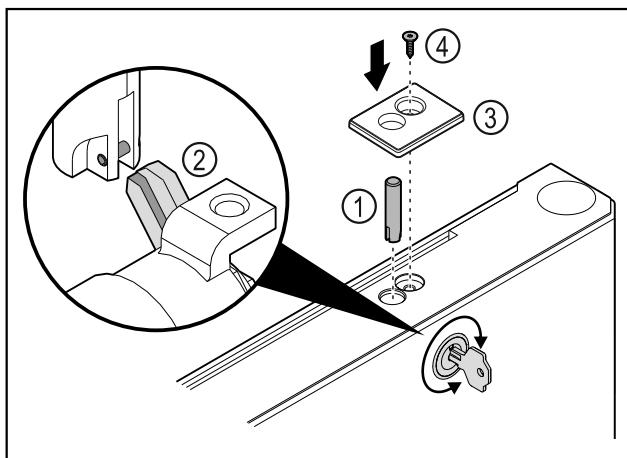

Fig. 45
- Sett inn låsebolten Fig. 45 (1).
- Drei låsen litt, slik at låsebolten Fig. 45 (2) smekker på plass i spalten i låsen.
- Sett på dekselet Fig. 45 (3).
- Sett inn skruen Fig. 45 (4).